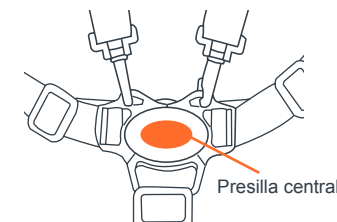

Fig. 14a
- 14)** • Para soltarlas, presione el botón rojo en la presilla central para destrabar las dos hebillas del arnés (Fig. 14a).